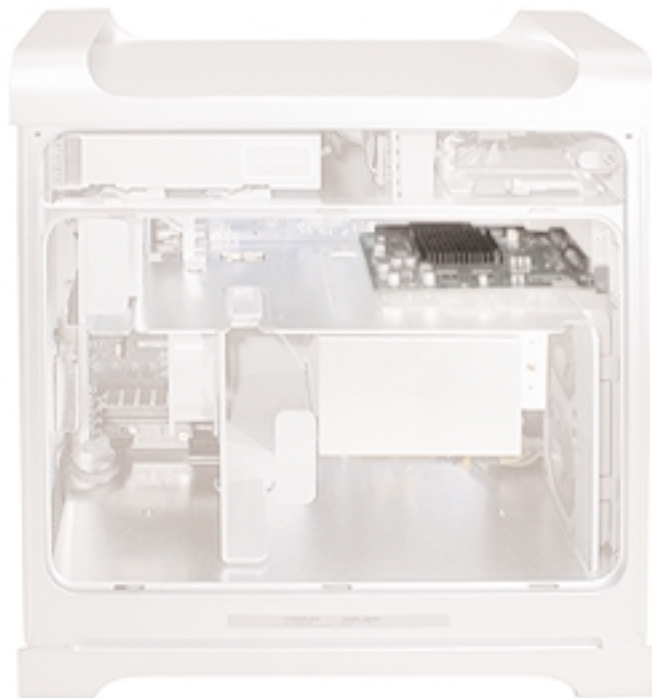

Figura 5
1. Individuare la scheda AGP/PCI all'interno del computer. (**Figura 5**)